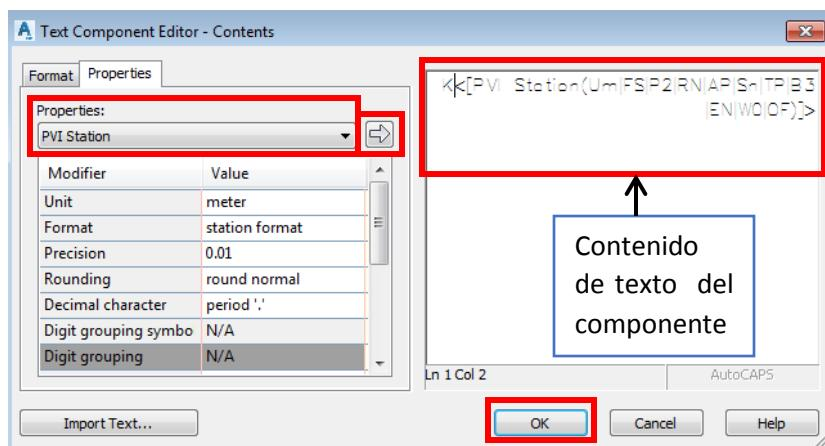

Figura No. 118. Contenido de componente Line
- Componente “Line”: cambiamos “Fixed Length”= 50 mm y “Color”= (5) blue.
- Componente “PVIS”: cambiamos “Contets” borramos el texto por defecto, escribimos la letra “K” (para formato de abscisa K0+000) y agregamos la propiedad “PVI Station”. Damos clic en “OK”. (Ver figura No. 118).